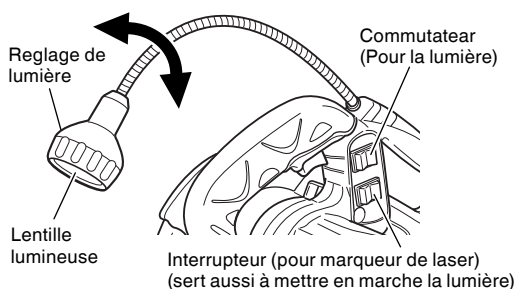

Fig. 43
- (1) Insérez la prise de l'unité dans une fiche d'alimentation.
- (2) Mettre en marche le marqueur de laser.
- (3) Placez l'interrupteur en position supérieure (ON) pour allumer la lumière, et en position inférieure (OFF) pour l'éteindre (Voir Fig. 43).
- (4) Déplacez la lumière vers la droite et la gauche pour régler la position d'éclairage.